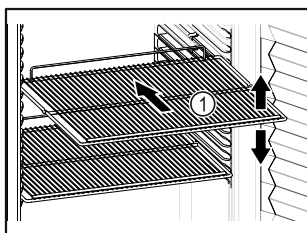

Fig. 48 Simbolična slika
- Če je odlagalna rešetka Fig. 48 (1) premična, jo prilagodite po višini.